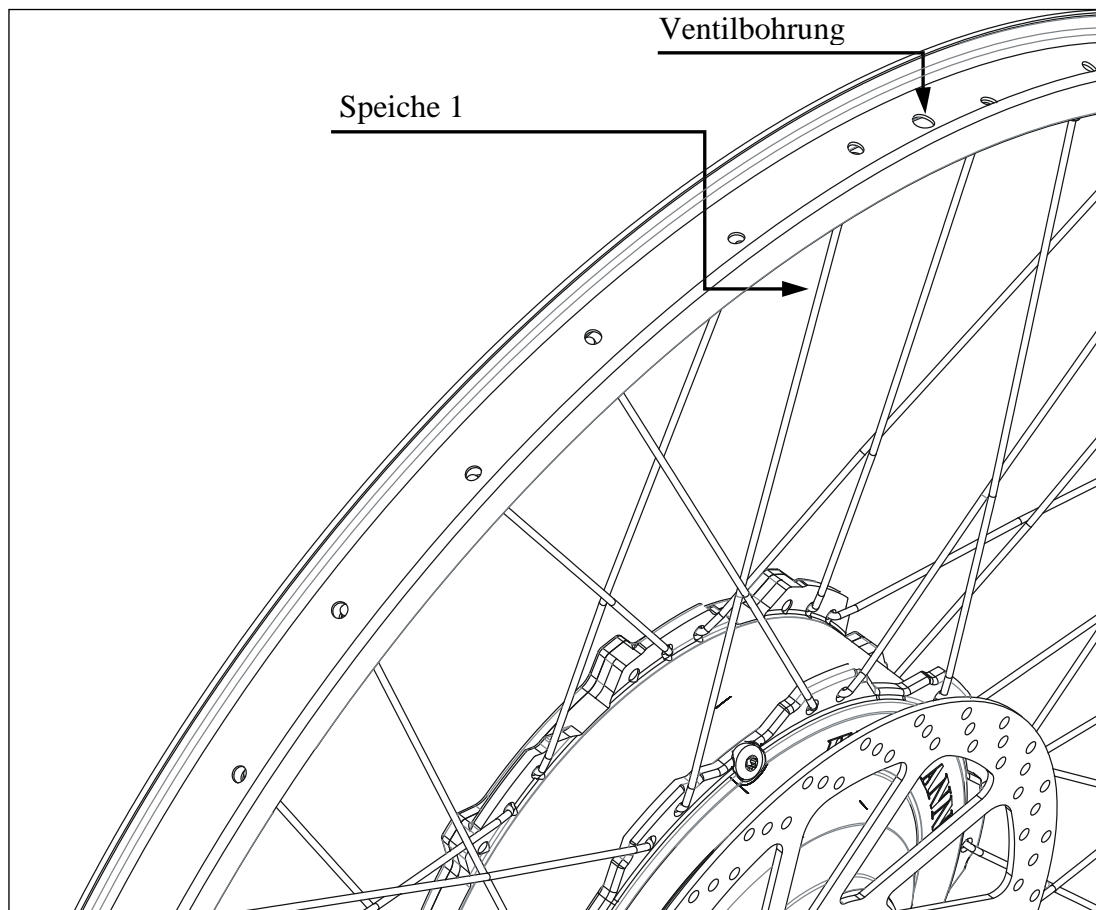

Abb. 4.1 Speichenmuster Hinterrad, Felge 26“ oder Felge 28“, 1× gekreuzt
- Speichenmuster analog zu dem des Hinterrades 26“ oder 28“ (vgl. Abb.4.1).